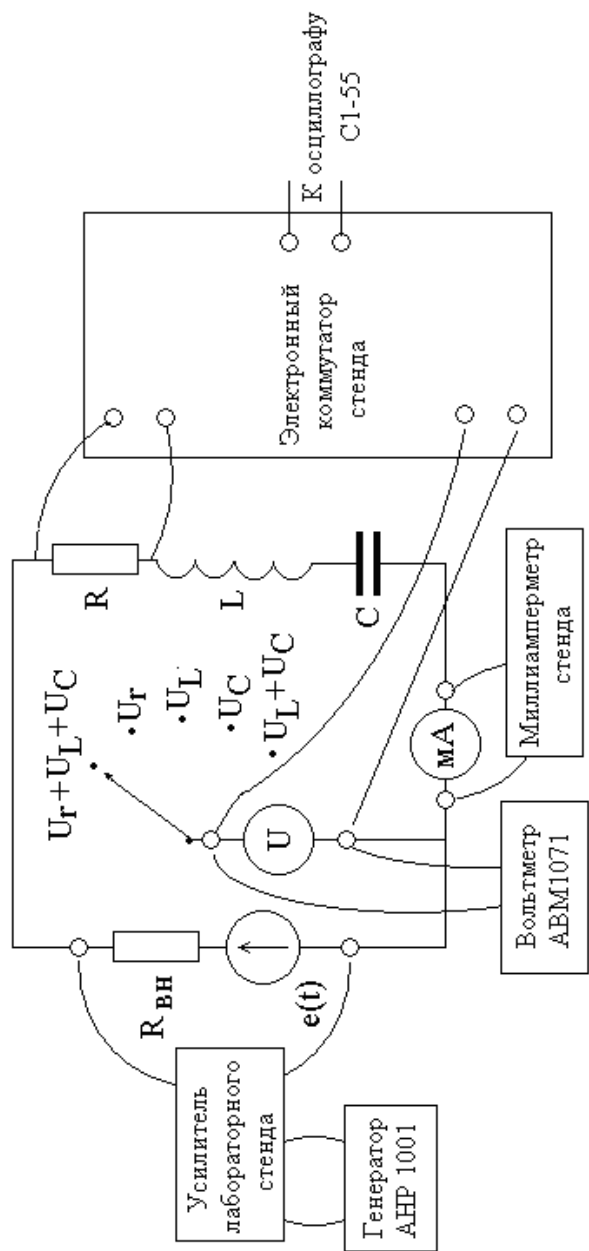

Рис. 9.
1. Подключите к плате исследуемой цепи (рис. 9) источник напряжения, вольтметр, микроамперметр, коммутатор. Кривыми линиями на рис. 9 показаны соединительные провода с однополюсными вилками. Соедините со стендом генератор АНР 1001 и осциллограф. Откалибруйте измерительные приборы, подготовьте их к измерениям.